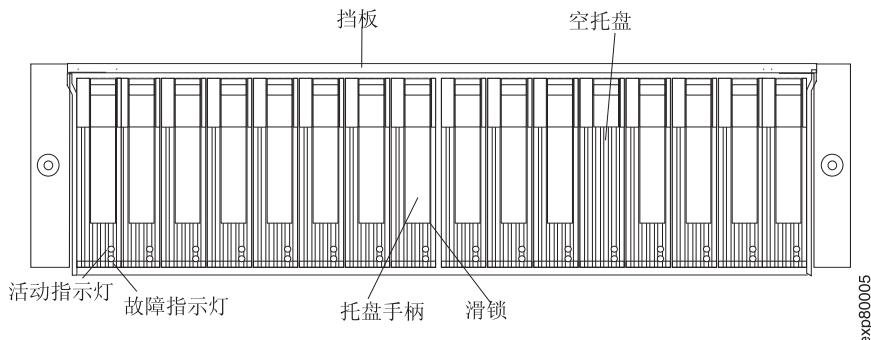

图 34. 热插拔 E-DDM 指示灯
2. 检查图 34 中显示的故障指示灯。如果有任何淡黄色指示灯点亮，请参阅第 87 页的『解决问题』。